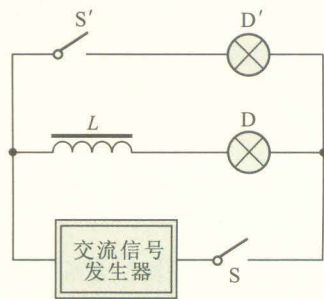

图 2-5-1
1. 将带铁芯的电感器 L 和灯泡 D 串联,再与另一完全相同的灯泡 D' 并联,接在以交流信号发生器为电源的两端,如图2-5-1所示.闭合开关 S 和 S' ,观察两个灯泡发光的亮度有何不同?